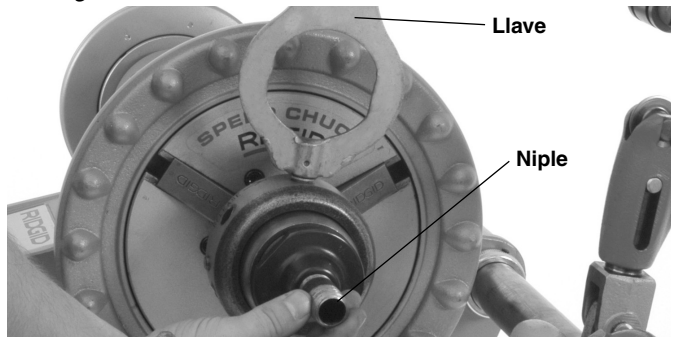

Figura 4 – Extracción del niple
12. Introduzca la clavija de la llave en uno de los agujeros del cuerpo del mandril niplero. Gire la llave para soltar el niple acabado y desenrosquelos del adaptador. Vea la Figura 4. Quite la llave.